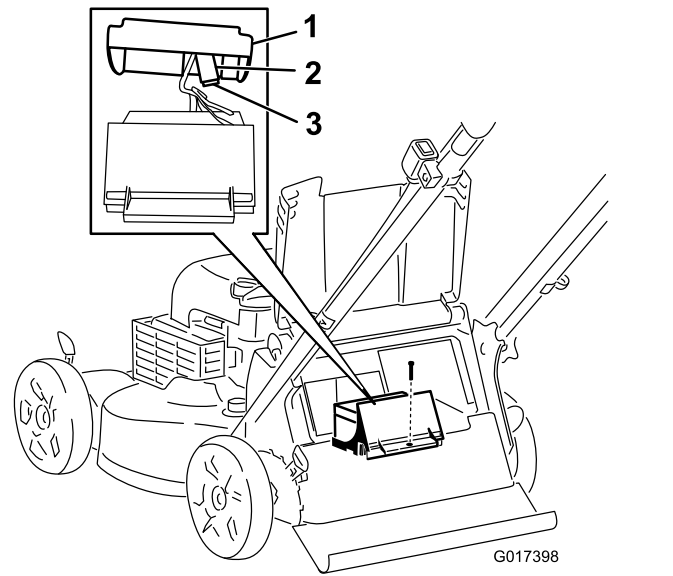

Figura 31
3. Rimuovete la vite di fissaggio del vano batteria, estraete la batteria e individuate il fusibile (Figura 31).
4. Sostituire il fusibile nel portafusibili (Figura 31).